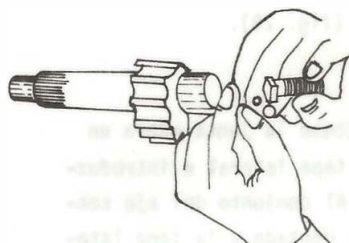

Fig. 26
- g. Coloque el ajustador de juego con un suplemento en la ranura del extremo del eje del sector dentado (fig. 26).